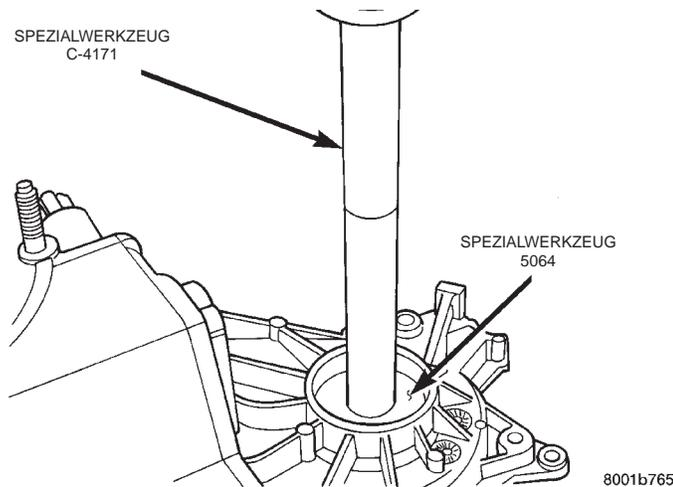

Abb. 43 Vorderes Abtriebswellenlager einbauen
(4) Das vordere Abtriebswellenlager mit Griffstück C-4171 und Einbauwerkzeug 5064 in das Gehäuse einbauen (Abb. 43).